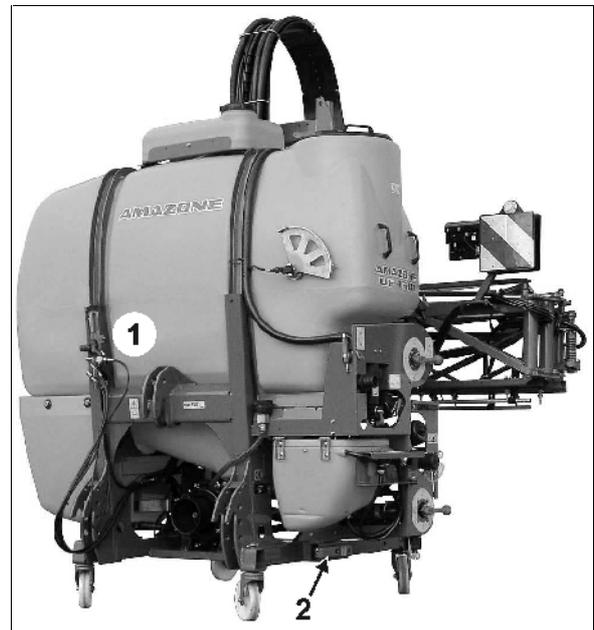

Fig. 80
2. Sortez et bloquez les deux béquilles (Fig. 80/2).
- Fixez les deux câbles d'alimentation débranchés dans les accouplements vides correspondants (Fig. 80/1).